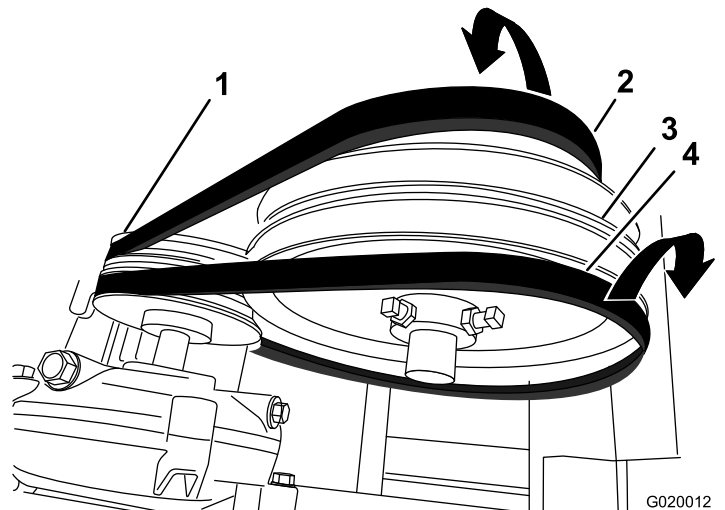

Figure 59
4. Poussez la courroie avant vers l'avant et déchaussez-la de la poulie de tension (Figure 59).
5. Poussez la courroie arrière vers l'arrière et déchaussez-la de la poulie de tension (Figure 59).